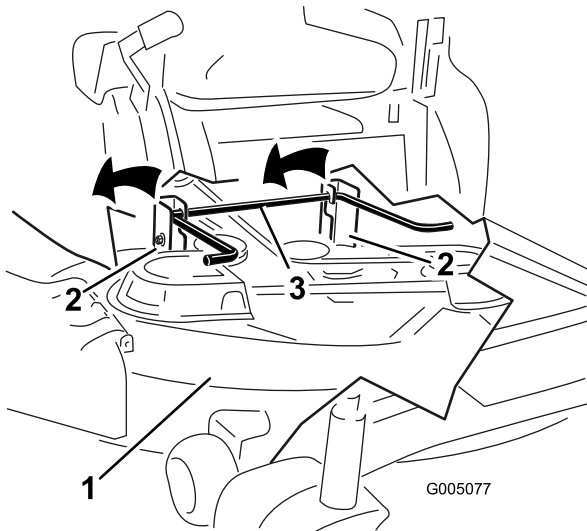
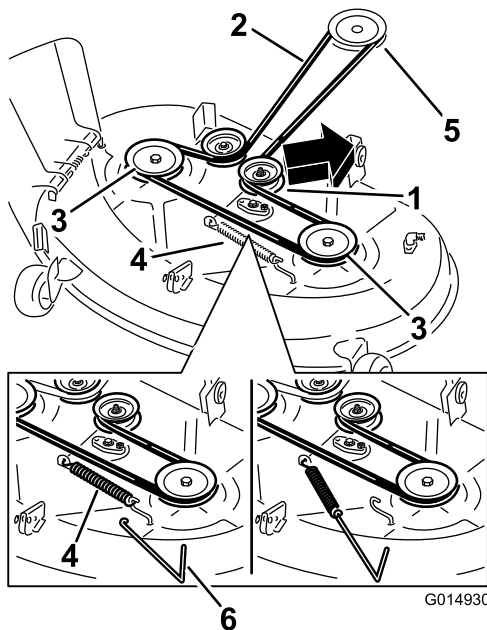
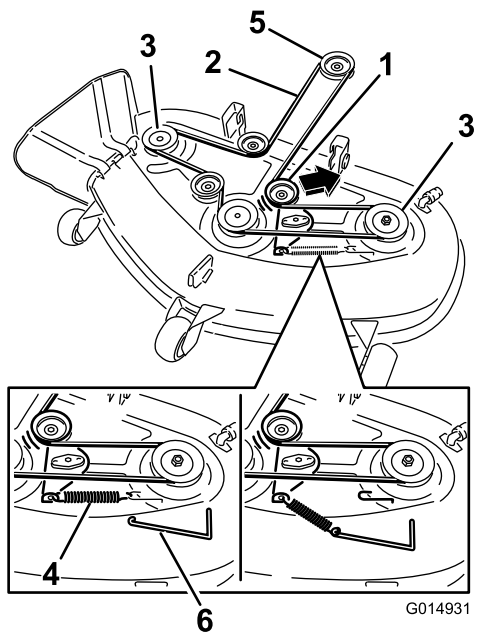

Figure 57
Figure 58
Figure 59
4. À l'aide d'un outil de dépose de ressort (réf. Toro 92-5771), décrochez le ressort du crochet sur le tablier pour détendre la poulie de tension et déchaussez la courroie des poulies (Figure 58 et Figure 59).
5. En vous aidant des poignées, soulevez le tablier de coupe et les supports pour les dégager de la tige de levage arrière et abaissez le tablier au sol avec précaution (Figure 57 et Figure 59).
5. Acheminez la courroie neuve autour de la poulie du moteur et des poulies du tablier de coupe (Figure 59).
6. À l'aide d'un outil de dépose de ressort (réf. Toro 92-5771), accrochez le ressort à l'ergot sur le tablier pour tendre la poulie de tension et la courroie de tablier de coupe (Figure 58 et Figure 59).
5. Soulevez l'arrière du tablier de coupe et guidez les supports sur la tige de levage arrière (Figure 57).